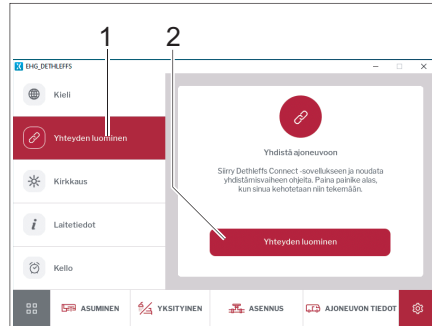

Bild 298 Anslutning med EHG-display
- Klicka på knappen *Anslutning* (Bild 298,1). En instruktion visas hur mobiltelefonen ansluts till fordonet.
- Klicka på knappen *Anslut* (Bild 298,1). Fordon och mobiltelefon är nu ihopkopplade.